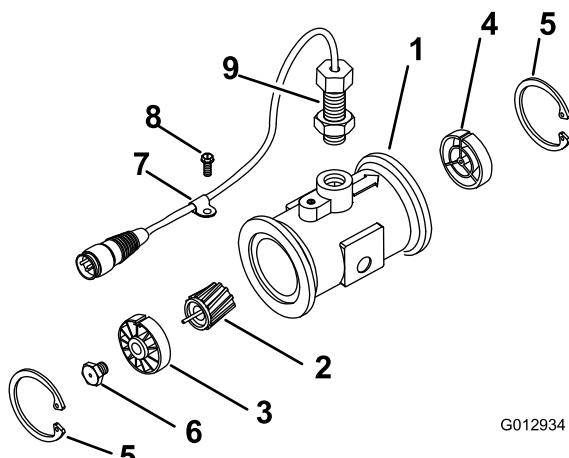

Figura 11
- Rimuovete l'anello di ritenuta sul lato a monte (Figura 11).